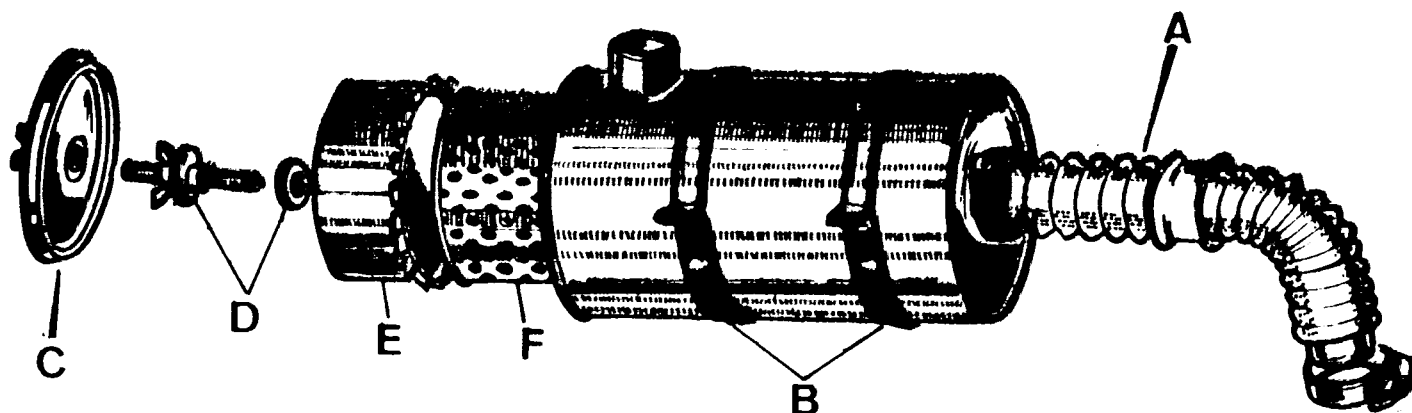

Fig. A3-3 Desmontaje del filtro de aire
- 1.2. Soltar la tubería flexible, A (Fig. A3-3) de admisión de aire, en su unión al colector de admisión.
- 1.3. Aflojar las dos tuercas de mariposa en las bridas, B (Fig. A3-3), desplazar dichas bridas hacia adelante y extraer el conjunto filtro de aire con el tubo flexible.
- 2.1. Desenroscar la tuerca de la tapa, C (Fig. A3-3) y extraer dicha tapa.
- 2.2. Desmontar los elementos de fijación, D (Fig. A3-3) del cartucho filtrante y retirar la cubierta deflectora, E y el cartucho, F.